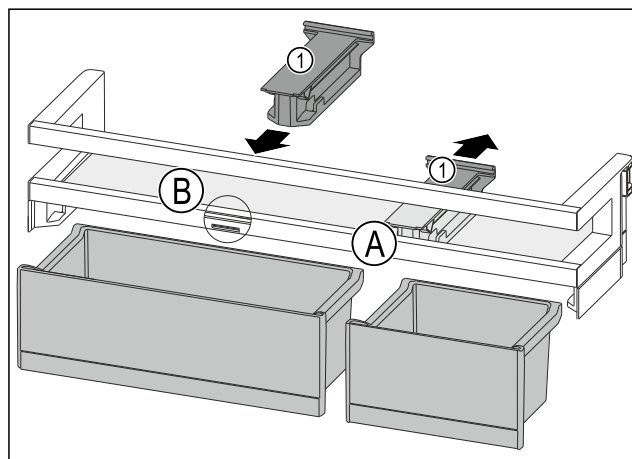

Fig. 95
- Držák Fig. 95 (1) v poloze Fig. 95 (A) stáhněte dozadu.
- Držák Fig. 95 (1) vložte v poloze Fig. 95 (B).